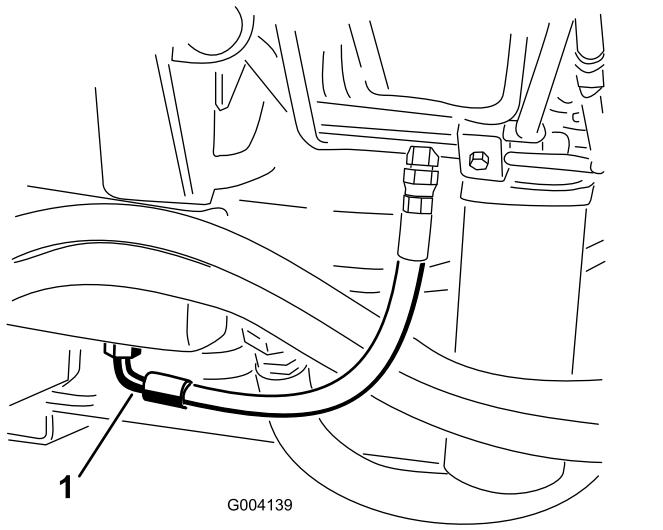

Bild 87
2. Stellen Sie eine große Auffangwanne unter das Anschlussstück, das unten am Hydraulikölbehälter befestigt ist (Bild 87).